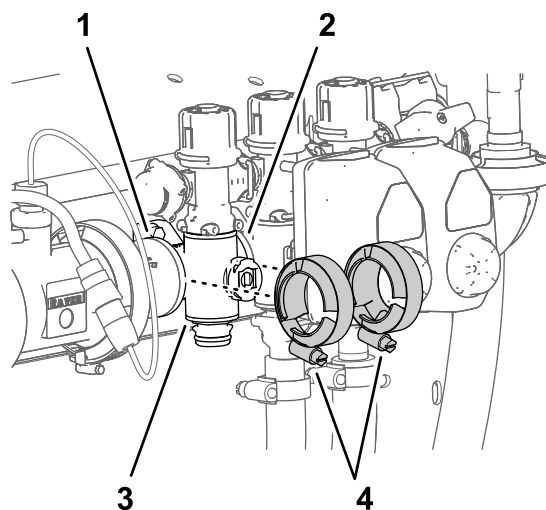

Рисунок 119
4. Установите, не затягивая, фланцевые хомуты, снятые при выполнении действий, описанных в разделе Демонтаж коллекторного клапана секции \(страница 93\), на фланцы коллектора клапана секции и фланцы другого клапана секции (клапанов секций) и/или переходного соединителя (Рисунок 119).
7. Затяните 2 фланцевых хомута от руки (Рисунок 119).